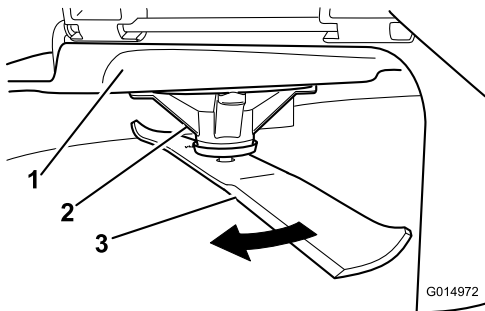

Figure 53
2. Enfilez des gants épais ou utilisez une autre protection adéquate pour les mains, et faites tourner la lame lentement jusqu'à une position permettant de mesurer la distance entre le tranchant et la surface plane sur laquelle se trouve la machine (Figure 53).